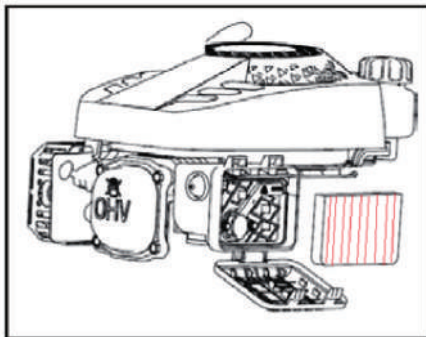

Рис. 17
1. Откройте крышку воздушного фильтра и извлеките фильтрующий элемент (Рис. 17)